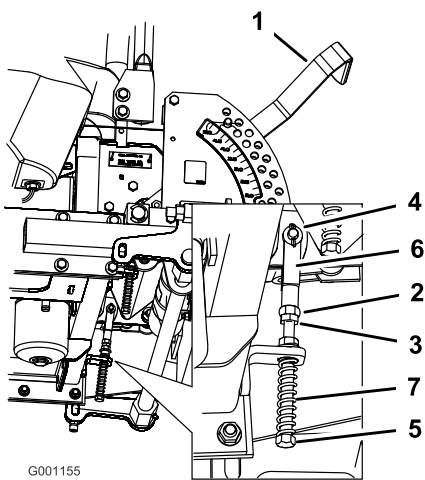

Figure 74
8. Si un réglage s'impose, desserrez l'écrou et l'écrou de blocage (Figure 74).
9. Appliquez une légère pression à l'arrière du levier, et tournez la tête du boulon de réglage dans le sens voulu pour centrer le levier à la position de verrouillage du point mort (Figure 74).
10. Serrez l'écrou et l'écrou de blocage (Figure 74).